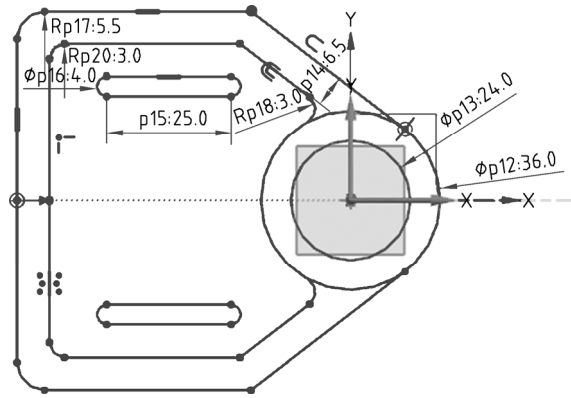

图 1-3-12 镜像图形
(7) 镜像图形。点击【直接草图】→【镜像】命令，在【要镜像的曲线】选择镜像的曲线，在【中心线】选择 X 轴为对称轴，单击【确定】，显示如图 1-3-12 所示的对称图形。